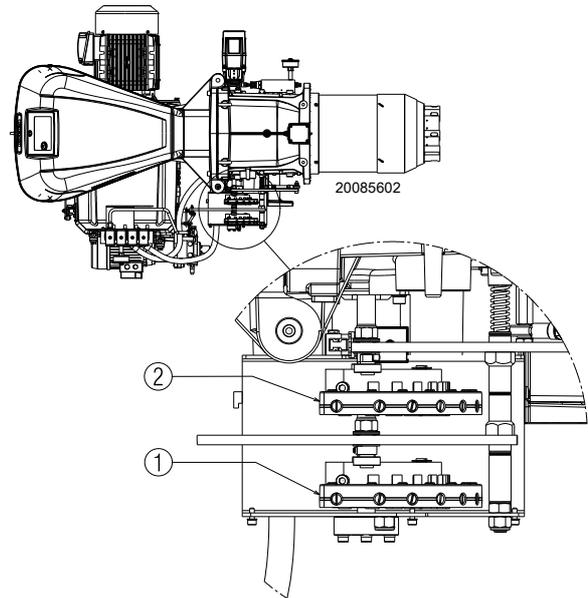
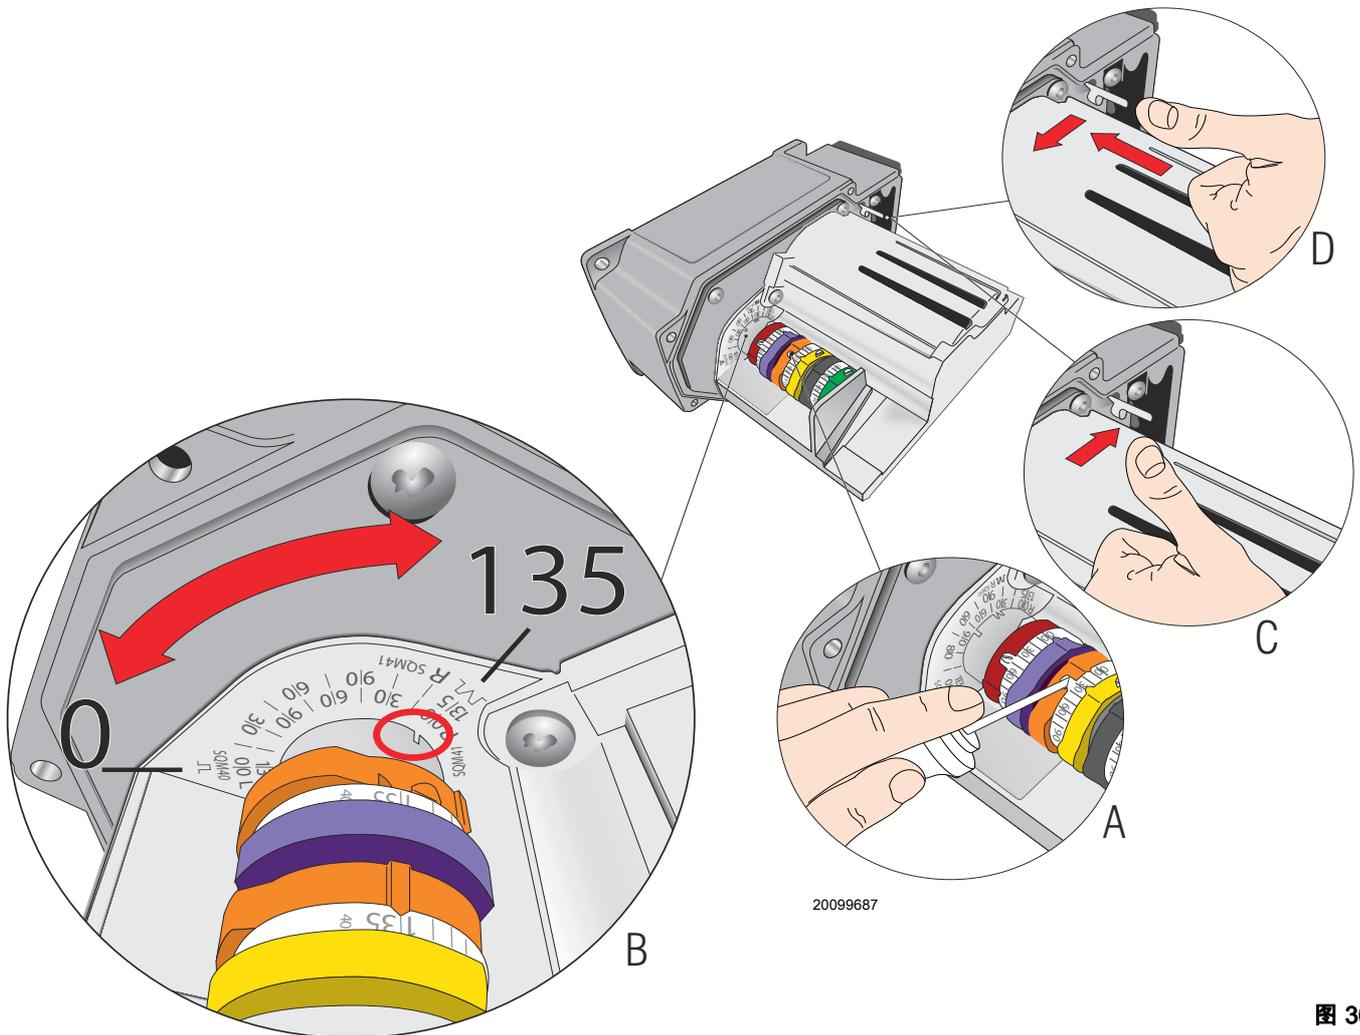

图 35
图 36
通过连接到伺服马达上的两个凸轮可实现燃料 / 空气同步调节，两个凸轮分别作用于风门挡板 1 ) ( 图 35 ) 和燃气蝶阀 2 ) ( 图 35 ) 上。
然后根据所需出力，使用燃气蝶阀上的凸轮 2 ) ( 图 35 ) 调节燃气量。
- 拧松或拧紧凸轮 ( 第 34 页图 35 ) 的螺钉 2 )，以增加或减少燃气量，使其与相应的风量匹配，达到最佳燃烧状态。
图例 ( 图 35 )
通过转动螺丝 2 ) 图 35 逐步调节机械凸轮 2 ) 图 35 的钢带。
要调节凸轮 III ) 图 30，见 图 36 A ) 和 B ) 。
将开关 1) (图 31) 置于 OFF 处使燃烧器停机；释放机械凸轮 I) 和 II) (图 33) (图 35) 以分离伺服马达的齿轮；按下并推动按钮 3) (图 36 D)，手动前后旋转机械凸轮 I) (图 33) 数次，以检查确认凸轮转动平滑且无任何卡涩。
建议将机械凸轮 I) 和 II) (图 33) (图 35) 通过向上推动按钮 3) (图 36 C) 再次与伺服马达连接。